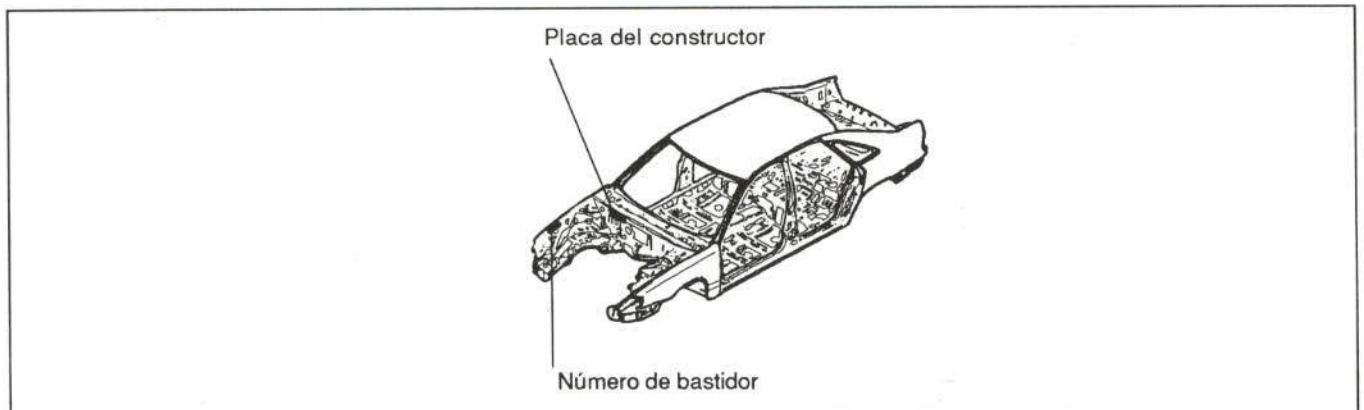

Figura 1.- Situación de las placas de identificación del vehículo
Las características que identifican al vehículo se recogen, debidamente codificadas, en distintas placas situadas en el hueco motor (figura 1).
El número de bastidor se encuentra troquelado en la pestaña de unión con la aleta del pase de rueda delantero derecho (figura 1). Consta de diecisiete caracteres alfanuméricos (números y letras).
• La placa del constructor se encuentra fijada en la chapa salpicadero del hueco motor (figura 1); en ella se recogen datos de interés para el perito tasador y el